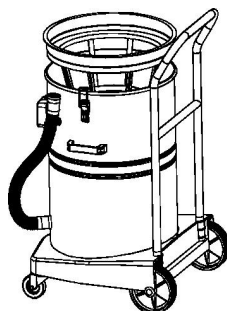

Figura 1
1. Fissare i raccordi in base al lavoro di pulizia. Se si tratta di un'aspirazione di polvere, il filtro in tessuto deve essere fissato; se si tratta di un lavoro bagnato, il filtro in tessuto deve essere rimosso. (Figura 1).